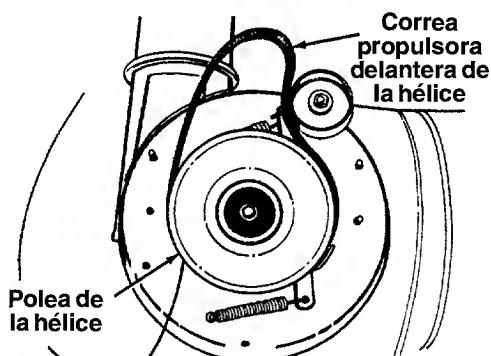

FIGURA 22
- Separé el armazón del conjunto del armazón parándose en la posición operativa y levantando de los mangos. El armazón y la armadura se separarán, y la correa impulsora posterior de la hélice saldrá de la polea. Vea la figura 22.
- Para extraer la polea impulsora delantera, empuje la polea intermedia hacia la izquierda y levante la polea impulsora delantera, de la polea delantera de la hélice. Vea la figura 22. Reemplace ambas correas impulsoras de la hélice siguiendo las instrucciones en orden inverso.